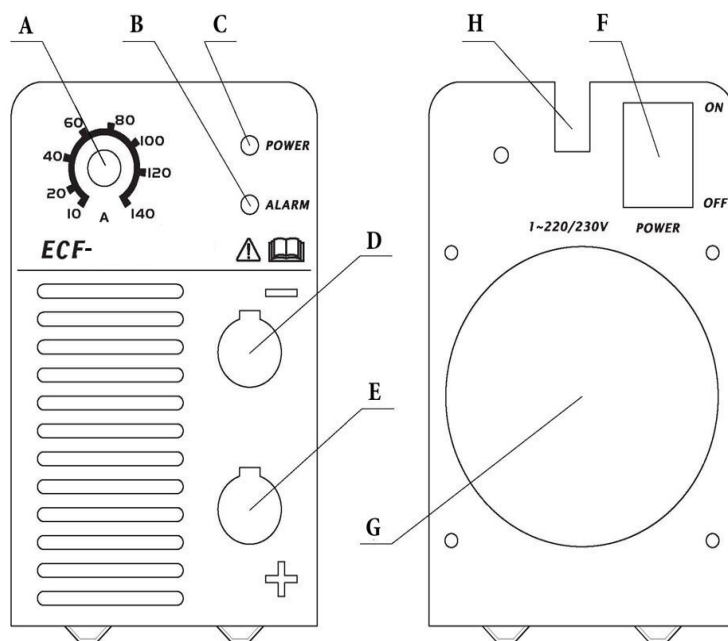

Fig. 1
Se intervengono (accensione LED B fig.1), é necessario attendere qualche minuto per avere il ripristino dell'apparecchio.
- Assicurarsi che l'interruttore F (fig.1) sia sulla posizione OFF o che la spina del cavo di alimentazione non sia inserita nella presa di alimentazione quindi collegare i cavi di saldatura rispettando la polarità richiesta dal costruttore di elettrodi che andrete ad utilizzare.
- Accendere la macchina mediante l'interruttore F (fig.1).
- Collegare il connettore del cavo di massa al polo positivo (+) E (fig. 1) della saldatrice e il morsetto al pezzo nel punto più vicino possibile alla saldatura assicurandosi che vi sia un buon contatto elettrico.
- Collegare il connettore della torcia TIG al polo negativo (-) D (fig. 1) della saldatrice.
- Accendere la macchina mediante l'interruttore F (fig. 1).